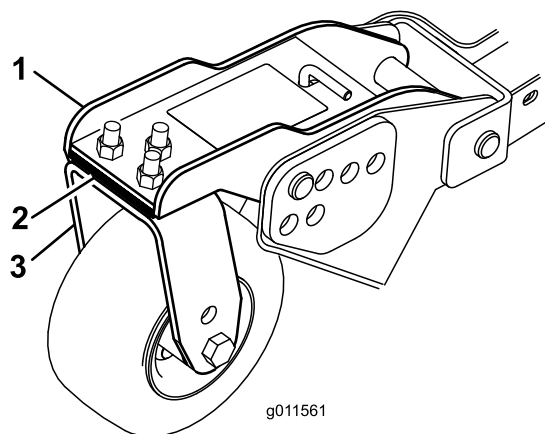

Figura 29
3. Regolate gli spessori (3 mm) sul braccio (o bracci) della ruota orientabile, finché l'altezza di taglio non corrisponde al valore riportato sull'adesivo (Figura 29).